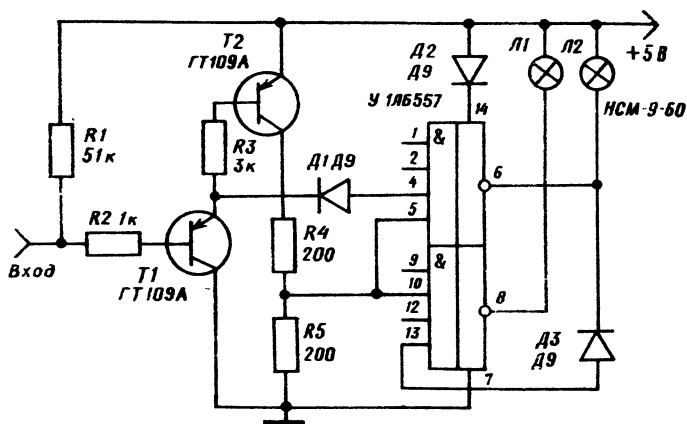
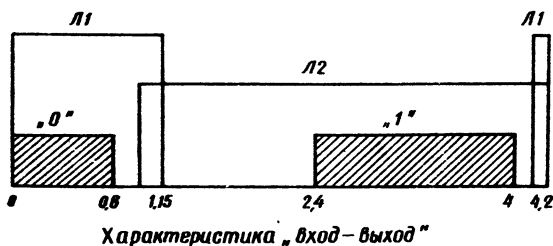

Рис. 92. Принципиальная электрическая схема простого логического зонда (первая конструкция)
Рис. 93
*Первая конструкция.* Схема логического зонда (щуп-индикатор) для контроля транзисторно-транзисторных логических элементов представлена на рис. 92. Элементы *T1* и *R3* образуют схему эмиттерного повторителя, а *T2* и делитель на резисторах *R4*, *R5* — схему запрета. В случае холостого хода на входе зонда транзистор *T2* закрыт, сигнал на выходе делителя имеет низкий уровень и обе лампы индикации погашены. Диод *D2* и резистор *R2* ставятся для защиты элементов схемы при включении ошибочной полярности питания или входного сигнала. Лампа *Л2* регистрирует высокий уровень входного сигнала, а лампа *Л1* — низкий. Результаты испытания зонда показаны на рис. 93, где заштрихованными участками обозначено нормальное положение уровней логического сигнала транзисторно-транзисторных логических элементов серии «155». Как видно на рис. 93, зонд четко фиксирует не только уровни 0 и «1» входного логического сигнала, но и холостой ход на входе. Входной ток схемы не превышает 0,2 мА.